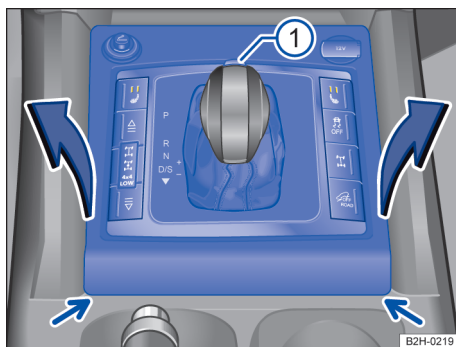

Fig. 105 Desmontar a cobertura do quadro da alavanca seletora.
- Remover com cuidado a cobertura do quadro da alavanca seletora → Fig. 105 (setas), por exemplo, com uma chave de fenda.
- Puxar cuidadosamente para cima a cobertura na região da coifa da alavanca seletora com os cabos elétricos conectados → Fig. 105.
- Pressionar o botão bloqueador dianteiro na manopla da alavanca seletora → Fig. 105 ① e levar a alavanca seletora para a posição **N**.